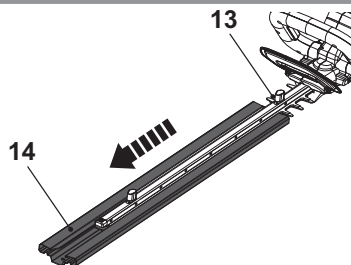

Fig. 1
1. Remova a cobertura da lâmina (14) do dispositivo de corte (lâmina) (13) antes da operação (Fig. 1).
2. Guarde a cobertura da lâmina (14) em segurança.